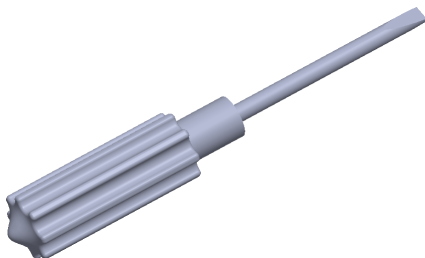

图 14-16 以上色样式显示模型
(3) 单击前导视图工具栏中的【显示样式】按钮, 弹出列表框, 单击【上色】按钮, 以上色样式显示模型, 如图 14-16 所示。